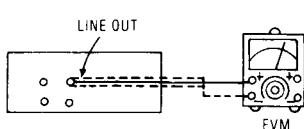

Abb. 4
1. Der Testaufbau ist in Abb. 4 gezeigt.
- Der Testaufbau ist in Abb. 4 gezeigt.